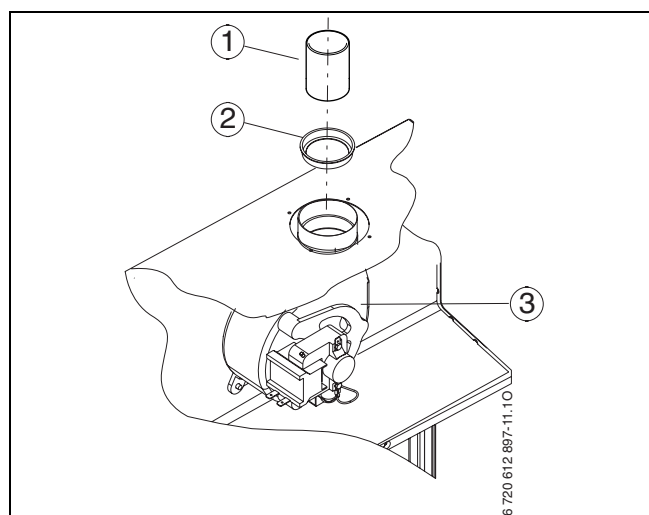

Fig. 16 Mise en place du diaphragme d'extracteur
- Monter le diaphragme adapté (→ fig 16).